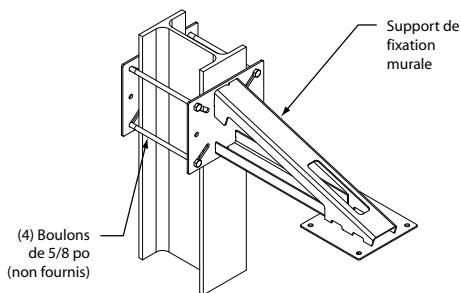

Figure 11 — Pose du support de fixation murale
- Poser le support de fixation murale sur un mur ou une colonne avec quatre (4) boulons de 5/8 po (qualité 5 minimum, non fournis) et la plaque arrière comme sur la Figure 11. Serrer les boulons à un couple de 156 Nm (115 pi lbs).